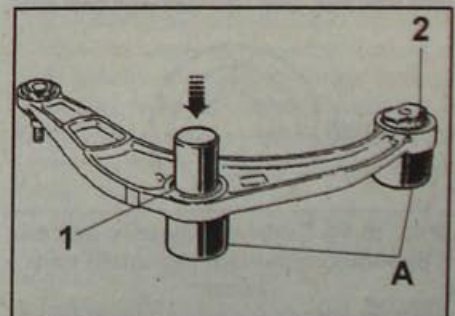

Рис. 10.10. Выпрессовка переднего сайлент-блока из нижнего рычага передней подвески:
В процессе замены сайлент-блока необходимо поддерживать нижний рычаг передней подвески в положении, при котором цапфа шарового шарнира направлена строго вниз. Для обеспечения установки сайлент-блока в требуемое положение замену сайлент-блоков проводите по очереди: передний сайлент-блок (1, рис. 10.10) и затем задний сайлент-блок (2).